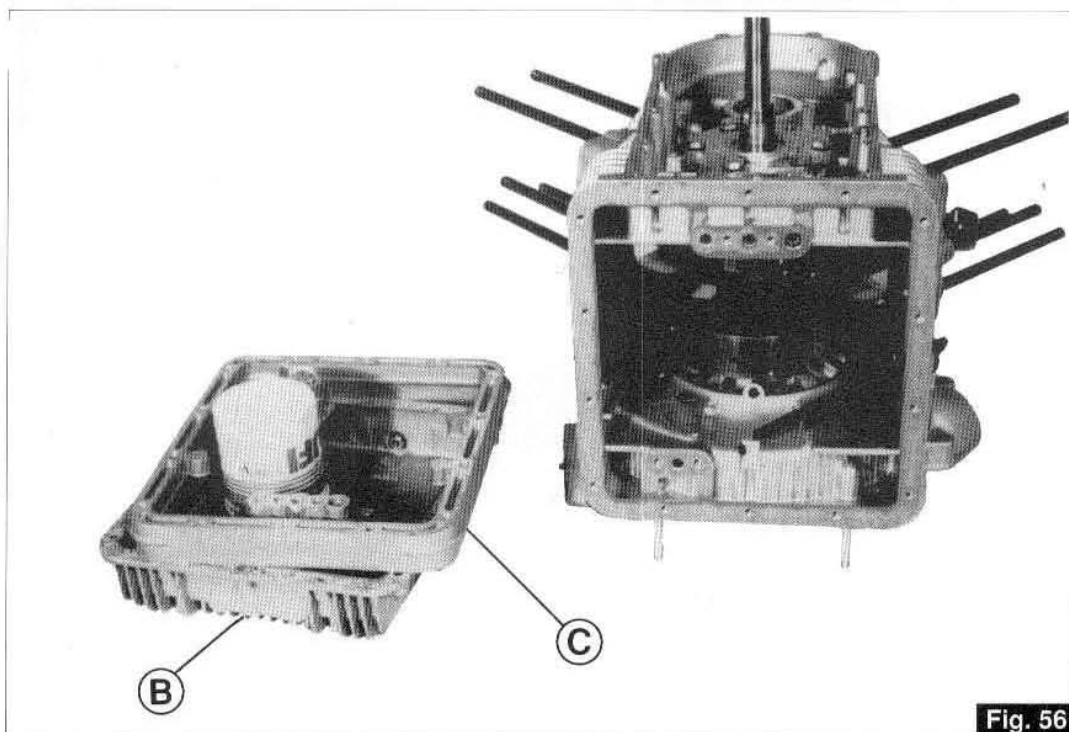

Fig. 56
- Retirez la boîte «B» avec l'entretoise «C» (Fig. 56).
- Die Wanne «B» gemeinsam mit dem Distanzstück «C» (Abb. 56) abnehmen.